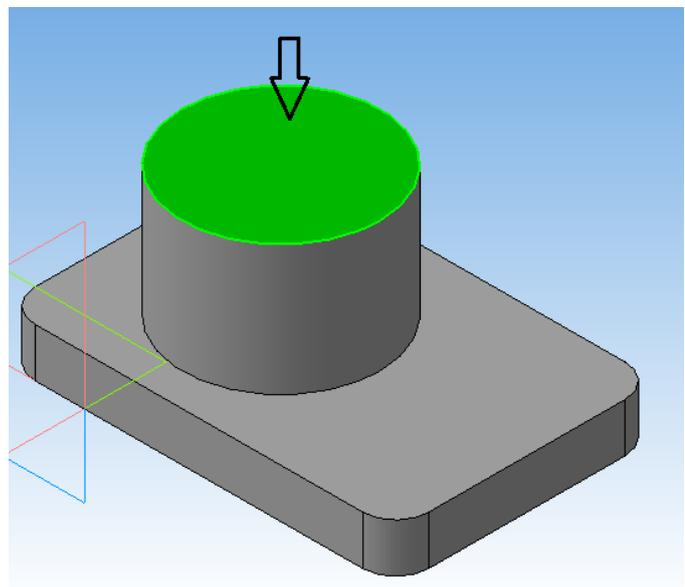

Рисунок 51
10. На плоской верхней грани цилиндрической бобышки создать новый **Эскиз** прямоугольника (рисунок 51).